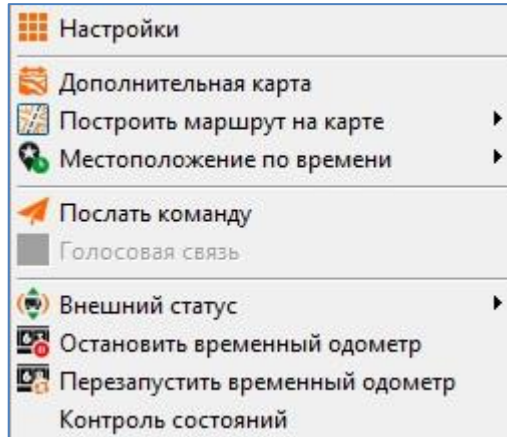
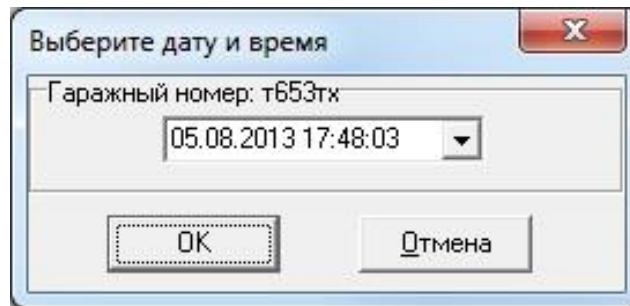

Рисунок 91 – Контекстное меню главной формы Программы
Рисунок 96 – Форма «Выберите дату и время»
- 1 вызвать контекстное меню главного окна Программы (см. Рисунок 91).
«Дополнительная» (см. Рисунок 91). Программа предоставляет форму «Выберите дату и время» (см. Рисунок 96).
- 2 Правой кнопкой мыши вызвать пункт контекстного меню «Построить маршрут на карте» ⇒ «Основная» или «Построить маршрут на карте» ⇒ «Дополнительная» (см. Рисунок 91). Программа предоставляет форму «Задайте временной интервал».